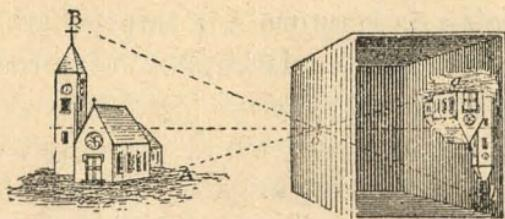

Fig. 147.—Cámara obscura.
**1. Cámara obscura fotográfica.** — Cuando se coloca una lente convergente en la abertura de la cámara obscura (fig. 147), se obtiene sobre la pared opuesta una ima-